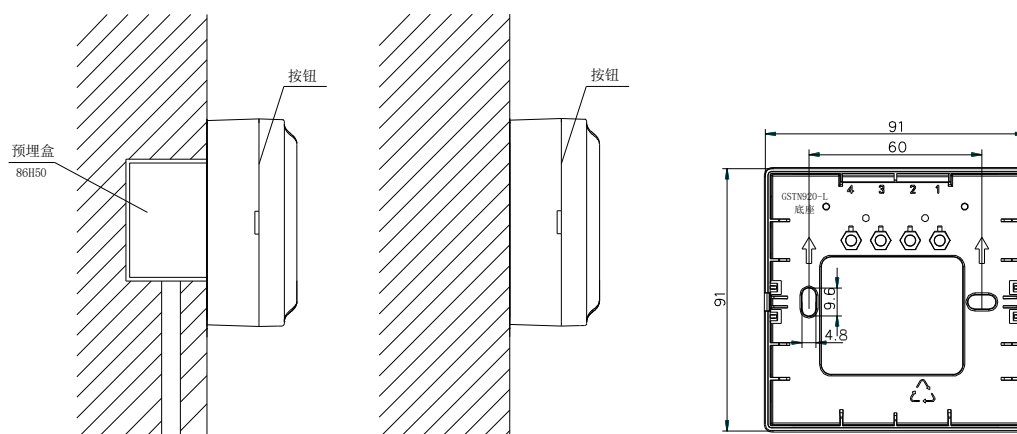

图2 安装方式及安装尺寸
3. 安装时只需拔下报警按钮主体，首先安装 J-SAM-GSTN920-L 无线手动火灾报警按钮底座（简称 GSTN920-L 底座），底座安装孔距为 60mm，支持 86H50 型标准预埋盒或实体墙面直接安装方式，安装示意图如图 2 所示。报警按钮主体安装时确保电池及接线端子安装完好，再按方向将报警按钮装入底座。报警按钮安装示意图如图 2 所示。